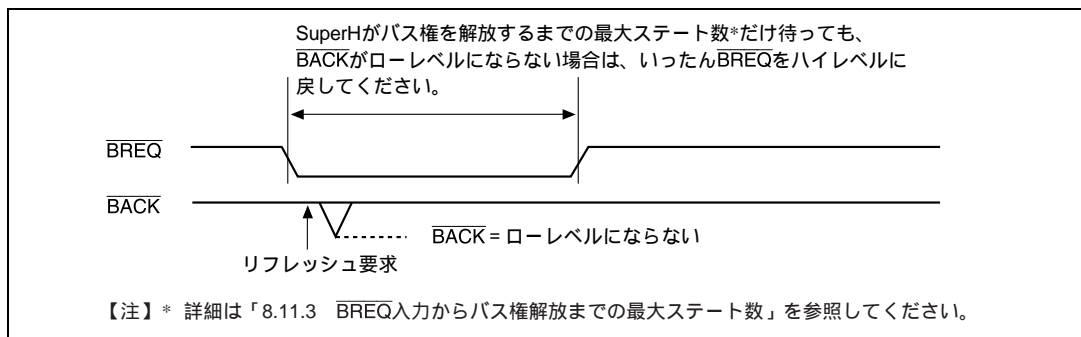

図 8.37 リフレッシュ要求による  $\overline{\text{BACK}}$  の動作 (2)
- (2)  $\overline{\text{BREQ}}$ がハイレベルからローレベルになり、本LSIがバス権を解放しようとするタイミングで内部リフレッシュ要求が発生すると、 $\overline{\text{BACK}}$ がローレベルにならずにハイレベルのままになることがあります。バス権そのものについては、 $\overline{\text{BREQ}}$ が入力されたので外部デバイスに対して解放されます。これは、上記(1)の仕様に基づく動作であり、DRAMの内容を保持するため、外部デバイスは一定時間の間、 $\overline{\text{BACK}}$ がローレベルにならないことを検知したら直ちに $\overline{\text{BREQ}}$ をハイレベルに戻して、本LSI側にバス権を渡してください(図8.37参照)。なお、図8.37のようにリフレッシュ要求が発生して $\overline{\text{BACK}}$ がハイレベルのままの状態になるとき、本来 $\overline{\text{BACK}}$ がローレベルになるタイミングで、一瞬細いパルス状のヒゲが出力される場合があります。